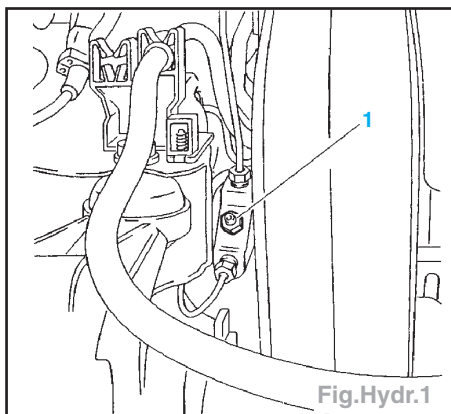

Fig.Hydr.1
- Suspension AV : dévisser la vis de détente (1) d'un tour et attendre la chute complète de la pression dans le circuit hydraulique (Fig.Hydr.1).